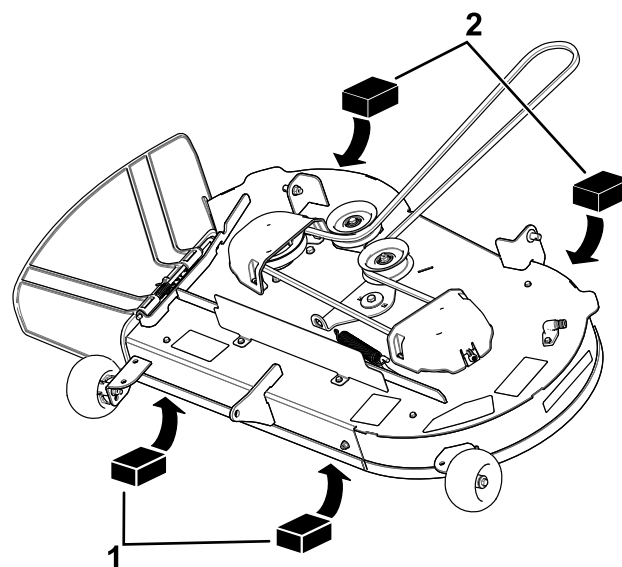

**Figura 70**
5. Măsurai între vârful lamei din față și suprafaa plană și între vârful lamei din spate și suprafaa plană (Figura 69 sau Figura 70).